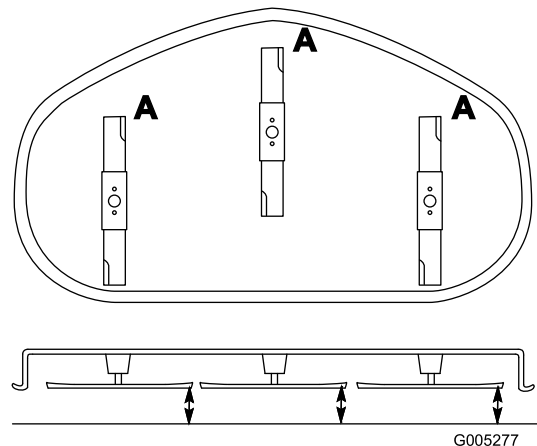

Bild 37
1. Drehen Sie die Schnittmesser, bis die Enden nach vorne und hinten gerichtet sind (Bild 37). Messen Sie von einer ebenen Fläche bis zu den Schnittkante (Position A) der Messer (Bild 37). Notieren Sie diesen Wert.